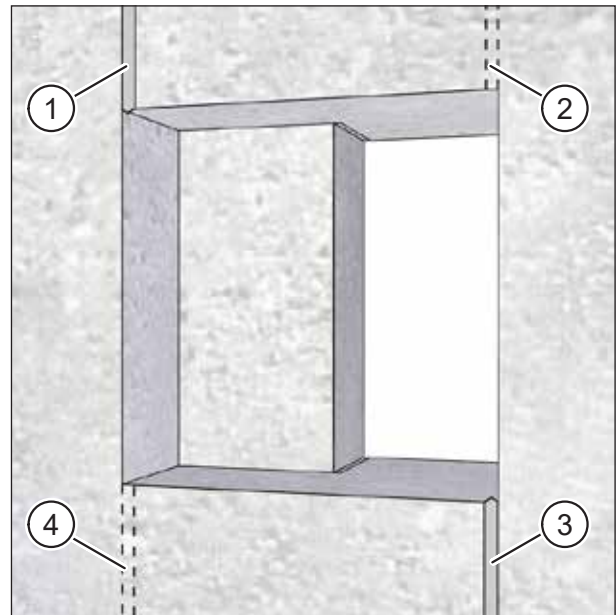

Abb. 10: Mauernuten für Anschlusskabel fräsen
- ▶ Fräsen Sie einen Kabelkanal für das Netzkabel (Pos. 1 in Abb. 10) und ggf. einen Kabelkanal für das Steuerkabel (Pos. 3 in Abb. 10).
- Die Mauernuten in Abb. 10 sind beispielhaft. Alternative Mauernuten sind gestrichelt dargestellt (Pos. 2 und Pos. 4 in Abb. 10). Für die spätere Elektroinstallation empfiehlt es sich, das Netzkabel von links und ggf. das Steuerkabel von rechts an den Mauerdurchbruch heranzuführen.